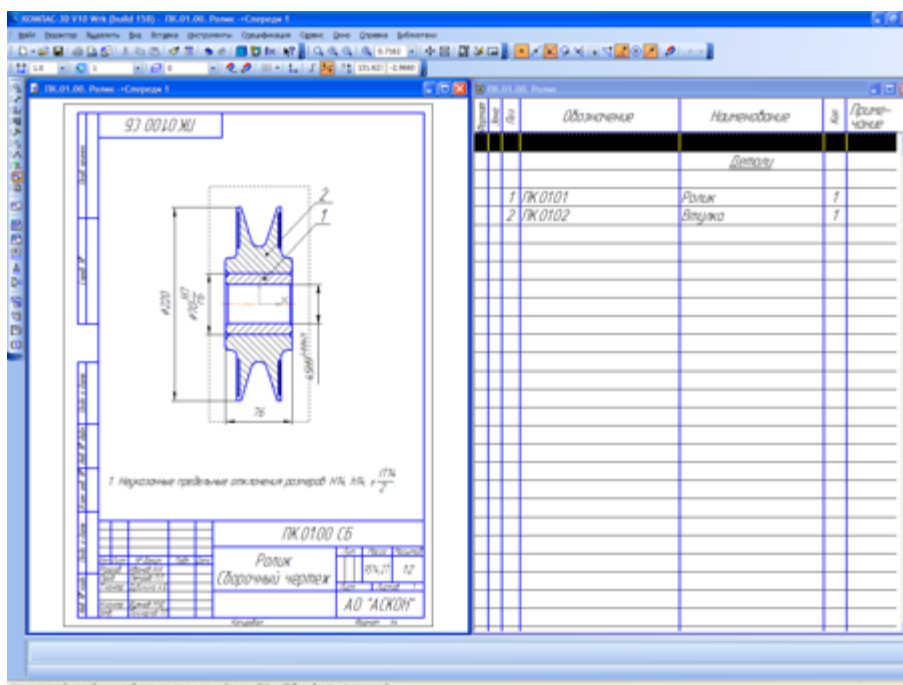

Рисунок 7.
- Нажмите кнопку Показать все на панели Вид (рис.7).